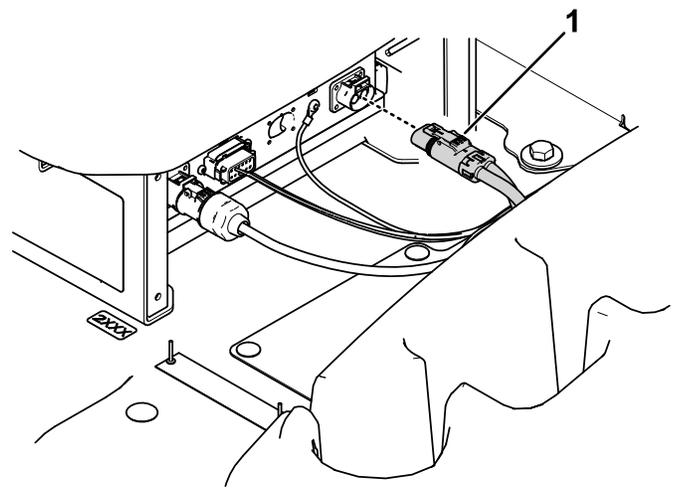

Figura 13
3. Rimuovete il connettore di alimentazione c.c. dal caricabatterie (Figura 13).
2. Collegate il connettore di alimentazione c.c. al caricabatterie (Figura 13).